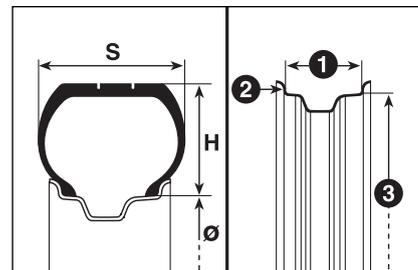

fig. 5
## LECTURE CORRECTE DU PNEU fig. 5
DE LA JANTE fig. 5****Exemple: 6 1/2 J x 15 H2 ET43****6 1/2** = largeur de la jante en pouces (1).**J** = profil de la jante à bord creuse (rebord latéral où s'appuie le talon du pneu) (2).**15** = diamètre de calage en pouces (correspond à celui du pneu qui doit être monté) (3 =  $\emptyset$ ).**H2** = forme et nombre des "hump" (relief de la circonférence qui retient dans l'emplacement le talon de la jante du pneu tubeless sur la jante).**ET43** = carrossage roue (distance entre le plan d'appui disque/jante et ligne médiane jante roue).